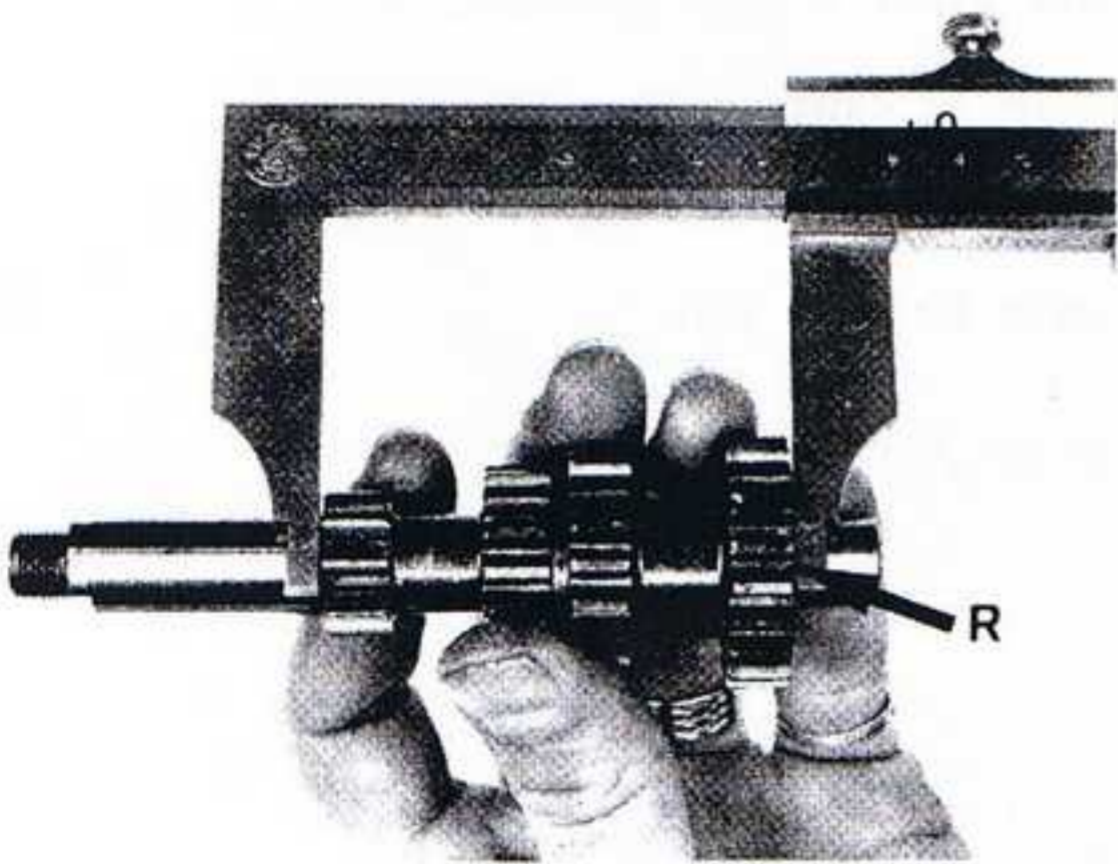

fig. 36
Placer une rondelle (R) 13,2x18,5 dont l'épaisseur sera à déterminer afin d'obtenir la cote de $68,6^{+0}_{-0,1}$ comme indiqué fig.36.